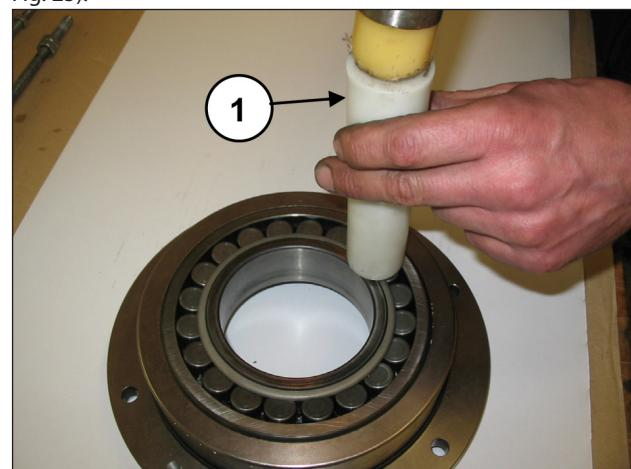

Fig. 25
Apoie o eixo de manivela no fundo do carter. Separe a cobertura do porta-rolamento do rolametno, mediante o uso de um mecanismo de percussão (pos. ①, Fig. 25).